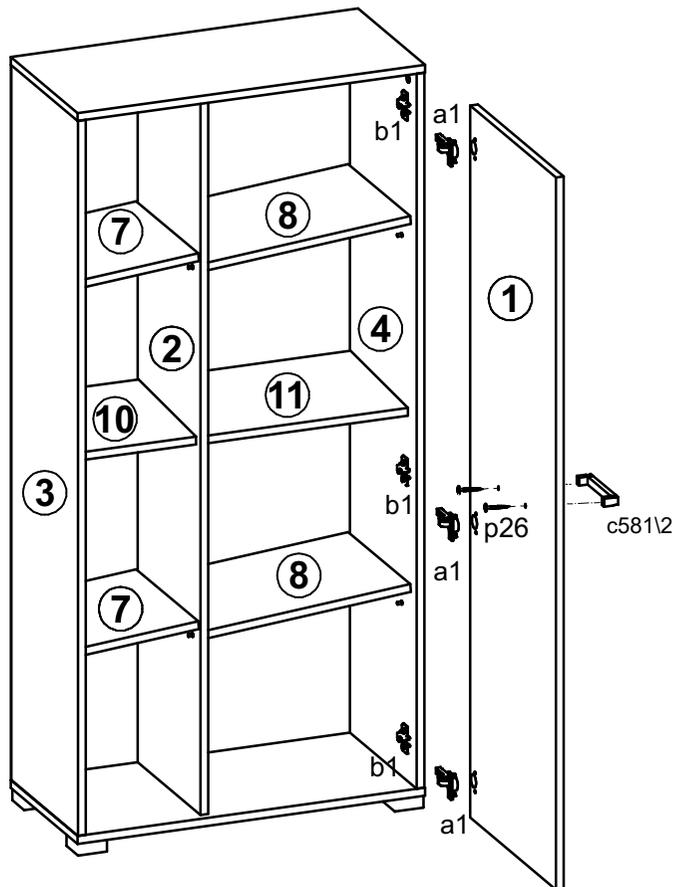

Рисунок 7
11. Положить дверь **1** фасадной поверхностью вниз на ровную поверхность и закрепить на ней петли шарнирные **a1**, навесить дверь **1** на корпус шкафа, совместив петли шарнирные **a1** с ответными планками петель **b1**. При необходимости отрегулировать положение дверей вращая регулировочные винты (см.рис. 7).
12. На внутренней поверхности двери **1** в отверстия **Ø5 мм** вставить шурупы **p26**. Снаружи с оместить отверстия ручки **c581\2** резьбой шурупов и завернуть шурупы **p26**, удерживая ручку (см. рис. 7).
13. Установить полки переставные **7,8** на полкодержатели **d1** (см. рис. 7).